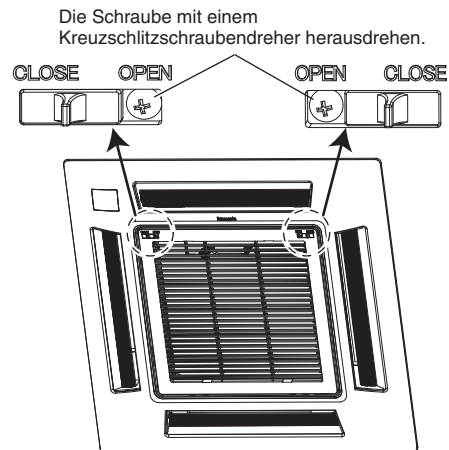

Abb. 7-1
- (1) Das Lufteinlassgitter und den Luftfilter von der Dekorverkleidung abnehmen.
- a) Die beiden Schrauben an der Verriegelung des Lufteinlassgitters herausdrehen. (Abb. 7-1) (Das Lufteinlassgitter nach Installation der Dekorverkleidung wieder anbringen.)